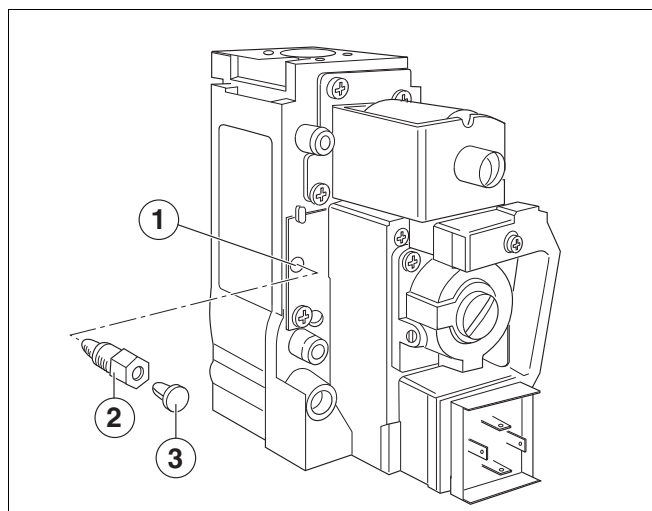

Fig. 1 Robinetterie du brûleur gaz Honeywell VR 4601 C/CB
- Retirer le capuchon au-dessus de l'orifice de charge au démarrage du nouveau bloc gaz puis visser l'un des deux adaptateurs de charge au démarrage joint (fig. 1) :
- Pour des raisons de sécurité, l'adaptateur de charge au démarrage doit être impérativement doté d'un capuchon. Placer éventuellement le capuchon de l'orifice de charge au démarrage sur l'adaptateur (fig. 1).